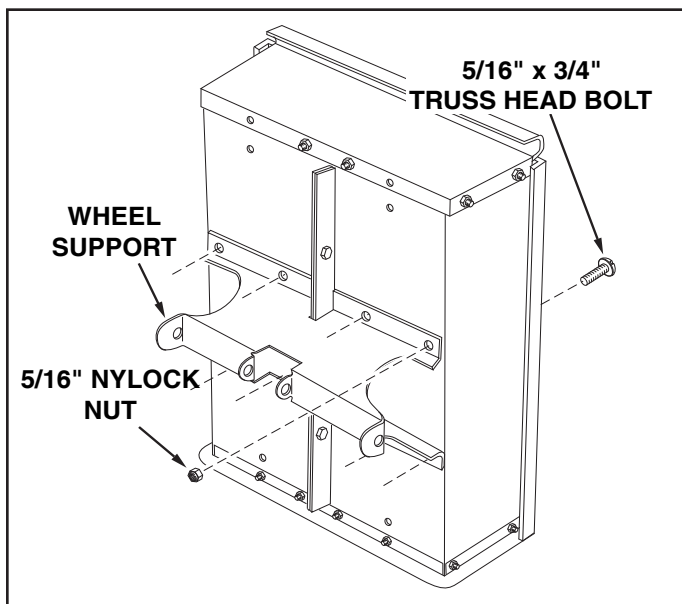

FIGURE 6
10. Assemble the wheel support to the cart using eight 5/16" x 3/4" truss head bolts and 5/16" nylock nuts as shown in figure 6. Heads of bolts go on the inside of the cart. **Tighten**.
10. Assemblez le support de roue à la remorque en utilisant 8 boulons à tête bombée 5/16" x 3/4" et des contre-écrous hex. de 5/16" comme montré dans la figure 6. Les têtes de boulons vont à l'intérieur de la remorque. Serrez.